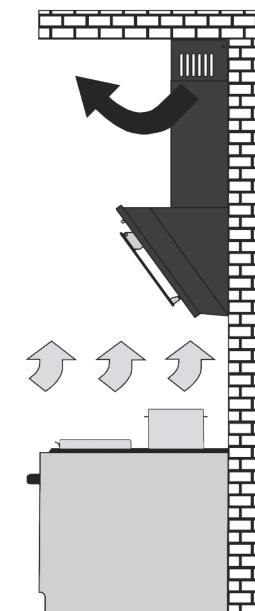

Abb. 2
im Umluftbetrieb (geschlossener Umluftkreislauf in der Küche), wenn die Abzugshaube nicht mit dem Schornstein verbunden ist und die Luft durch einen Aluminium-Fettfilter (im Lieferumfang enthalten) und einen geruchsabsorbierenden Kohlefilter (separat erhältlich) in die Küche zurückkehrt (Abb. 2).
- im Umluftbetrieb (geschlossener Luftkreislauf in der Küche) (Abb. 2).